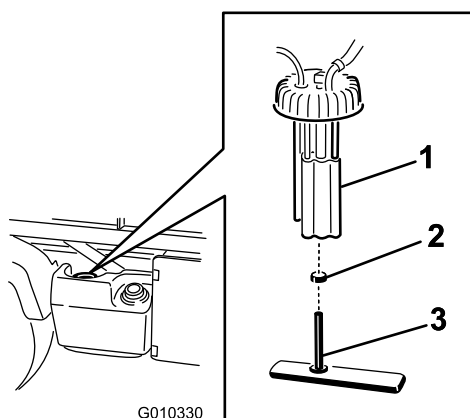

Figure 50
2. Débranchez les connecteurs des faisceaux de câblage de la pompe à carburant (Figure 50).
3. Desserrez le collier et débranchez la conduite d'alimentation de la pompe à carburant (Figure 50).
4. Dévissez le bouchon de la pompe à carburant sur le haut du réservoir de carburant (Figure 50).
5. Déposez la pompe à carburant et le filtre à carburant du réservoir (Figure 50).
6. Enlevez le collier qui fixe le flexible du filtre à carburant au raccord de la pompe à carburant. Débranchez le flexible du raccord (Figure 50).